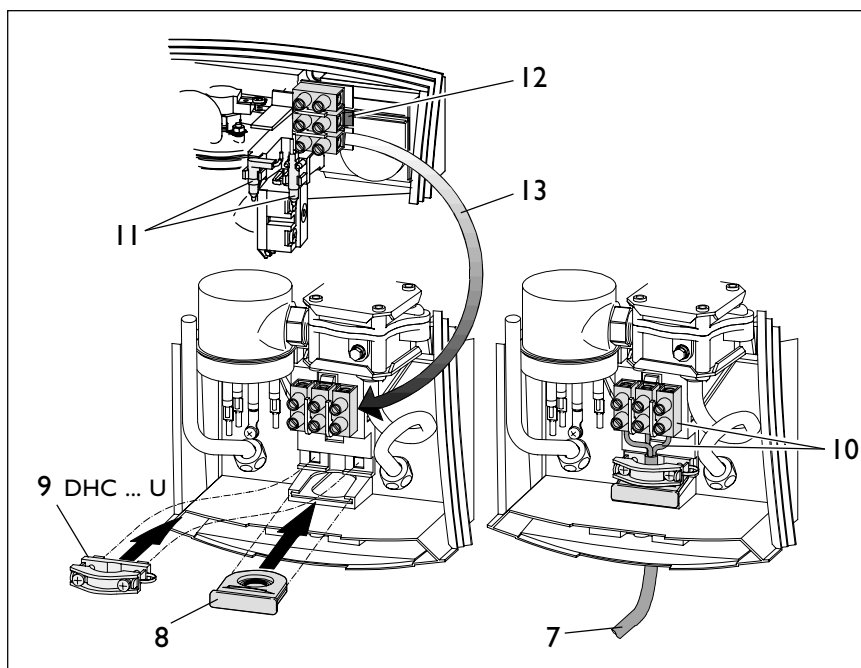
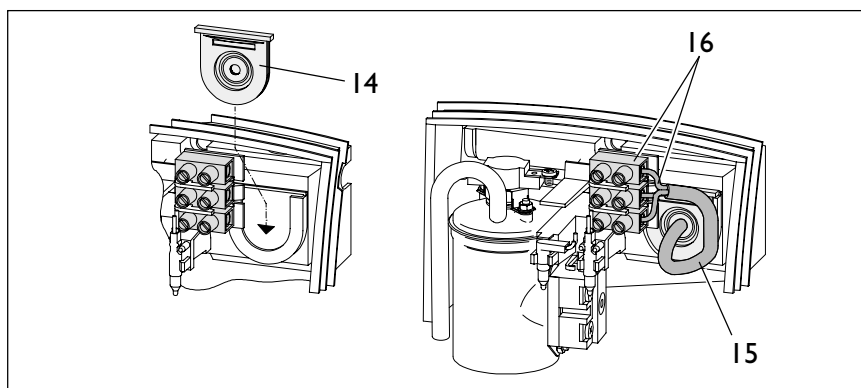

Рис. 16
Рис. 17
3. Электрический кабель укоротить в соответствии с рис. 16 и изолировать (кроме прибора ДНС 3 U).
Для защиты от попадания воды необходимо использовать уплотнение кабеля (рис. 16, поз. 8 и рис. 17, поз. 14). Вырезать уплотнительную шайбу в соответствии с толщиной кабеля электроподключения.
DHC 3 U (рис. 16)
DHC 6 U (рис. 16)
- **Подключение в верхней части прибора/открытая или скрытая проводка (рис. 17)**
- Отжать фиксатор клеммной колодки (рис. 16, поз. 12), вынуть клеммную колодку и смонтировать ее в нижней части прибора (поз. 13).